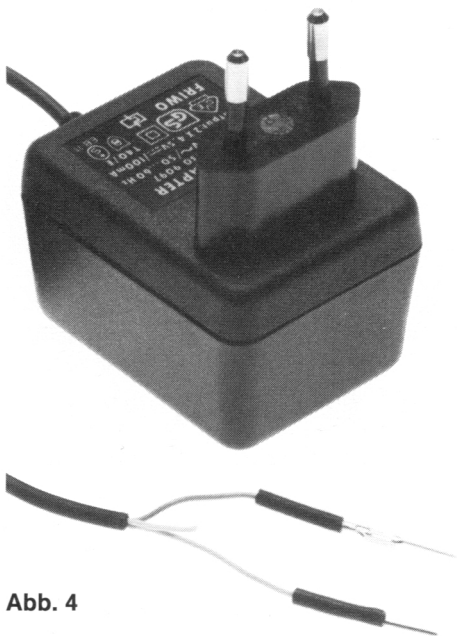

Abb. 4
Anstelle einer Batterie kann das Philips Netzteil EE 9097 verwendet werden. An dem gelben Anschlußdraht (Pluspol +) wird ein Stiftkontakt festgeklemmt und eine Gummütülle darübergeschoben. Ebenso verfährt man mit dem grauen Anschlußdraht (Minuspole -). Der weiße Anschlußdraht bleibt frei (Abb. 4). Die Stiftkontakte werden in die entsprechenden Buchsen unterhalb des Schiebeschalters gesteckt, gekennzeichnet — 9 V +.
8. An den Anschlußdrähten des Ohrhörers sind Stiftkontakte festzuklemmen und Gummitüllen darüberzuschieben (wie in Abb. 4).